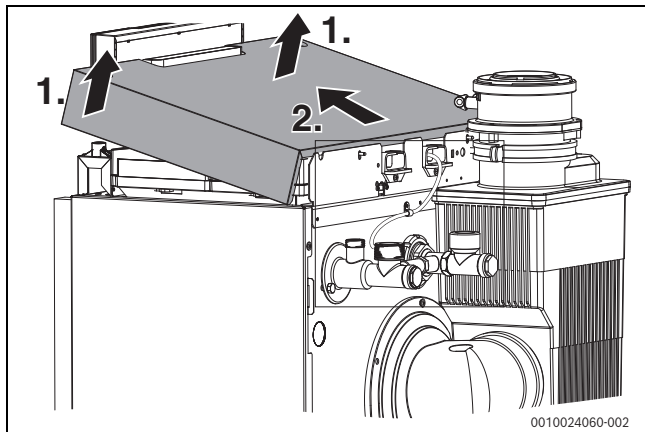

Bild 32 Kesselhaube abnehmen
- Kesselhaube im vorderen Bereich nach oben anheben und dann nach vorne abnehmen (→ Bild 32).